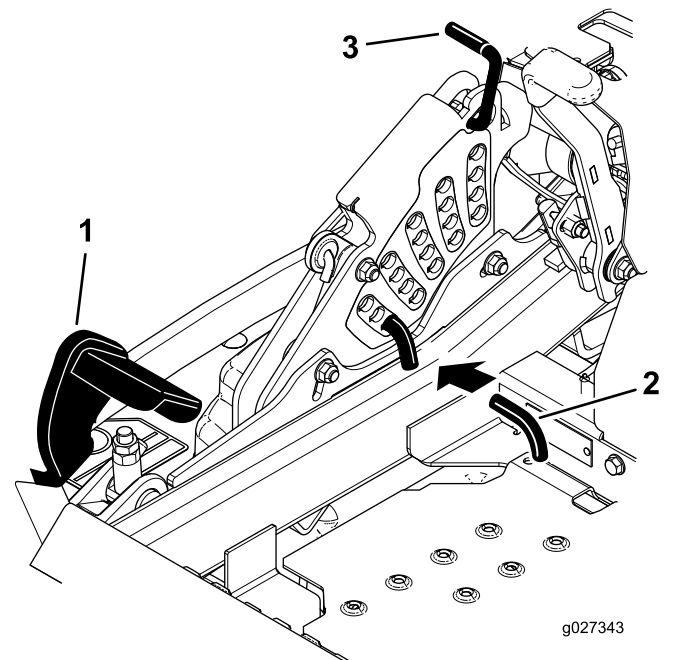

Figure 26
2. Appuyez sur la pédale de levage du tablier avec le pied et levez le tablier en position de transport (qui est aussi la position de hauteur de coupe de 140 mm [5½ po]), comme montré à la Figure 26.
3. Pour changer de hauteur de coupe, tournez la goupille de 90 degrés retirez-la du support de hauteur de coupe (Figure 26).
4. Placez la goupille dans le trou du support correspondant à la hauteur de coupe voulue (Figure 26).